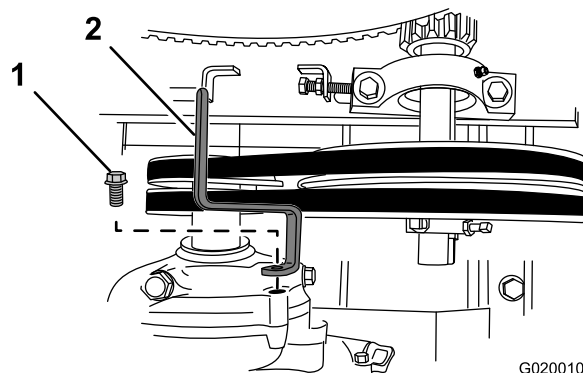

Figure 65
6. Retirez le boulon qui fixe le guide-courroies au moteur, et déposez le guide (Figure 65).
10. Fixez légèrement le guide-courroies au moteur (Figure 65) avec le boulon retiré à l'opération 6 de Dépose des courroies \(page 42\).